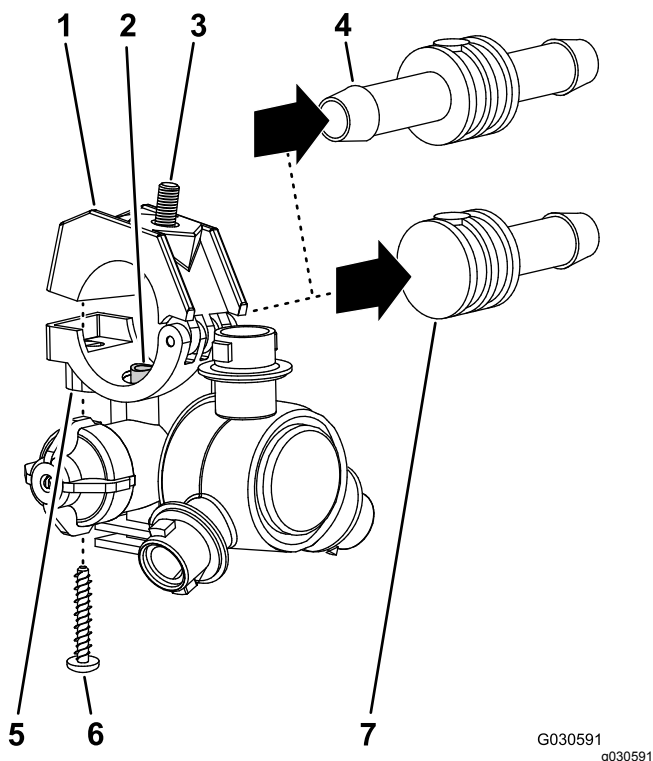

Bild 50
- Entfernen Sie die Edelstahlschraube (Nr. 2 x 1-1/4"), mit der die obere Klemmenhälfte und der gezahnte Einzelschlauch- oder Doppelschlauchschaft (3/4") am Gehäuse der Sprühdüse befestigt ist, nehmen Sie den gezahnten Schlauchschaft und den Schlauch von der Düse ab (**Bild 50**).